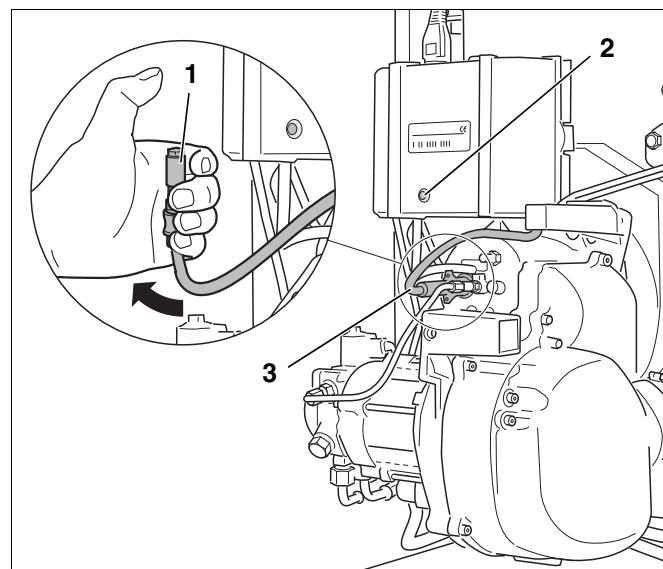

Рис. 25 Проверка работы датчика пламени
- При работающей горелке вынуть датчик пламени из держателя (рис. 25, **поз. 3**).
- Датчик пламени держать против света (рис. 25, **поз. 1**). После повторного запуска должно произойти отключение из-за неисправности.
- По истечении времени ожидания, составляющего примерно 30 секунд, нужно разблокировать автомат горения дизельного топлива, нажав кнопку подавления помех (рис. 25, **поз. 2**).